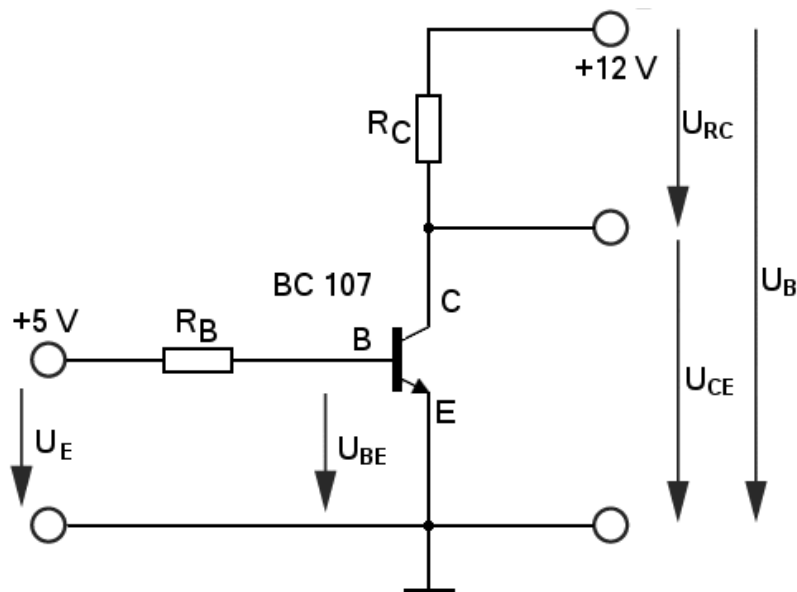

Bild 1.5: Transistor als Schalter
5. Für den Einsatz in der Digitaltechnik ist vor allem die Verwendung des Transistors als Schalter interessant. Sehr vereinfacht gesagt, lässt sich mit einem kleinen Strom an der Basis, ein größerer Strom an der Kollektor-Emmitter-Strecke schalten (Bild 1.5).